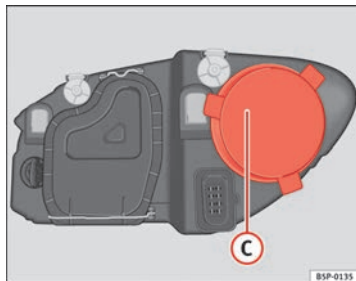

Abb. 189 Fernlicht
- Den Deckel ⇒ Abb. 189 C abziehen.